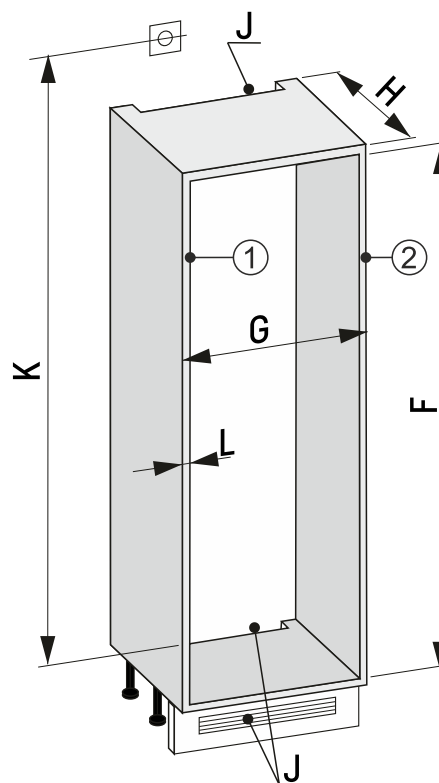

Fig. 88 Udubina od 30"
- Izmjerite debljinu stranice namještaja Fig. 88 (L).